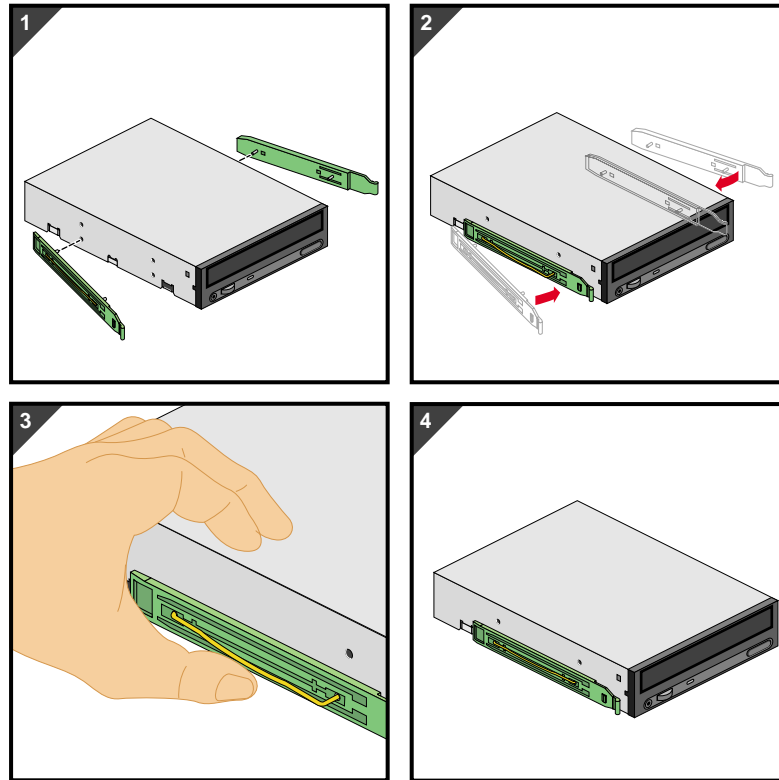

Abbildung 2-8 Montieren von Laufwerkschienen an 5,25-Zoll-Laufwerken
3. Wenn Sie eine Laufwerkschiene an einem Laufwerk anbringen wollen, führen Sie ein Ende des Drahtclips der Schiene in die Gewindelöcher am Laufwerk ein. Drücken Sie vorsichtig auf die Mitte der Laufwerkschiene, bis das andere Ende des Drahtclips im entsprechenden Gewindeloch einrastet. Abbildung 2-8 veranschaulicht das Vorgehen.